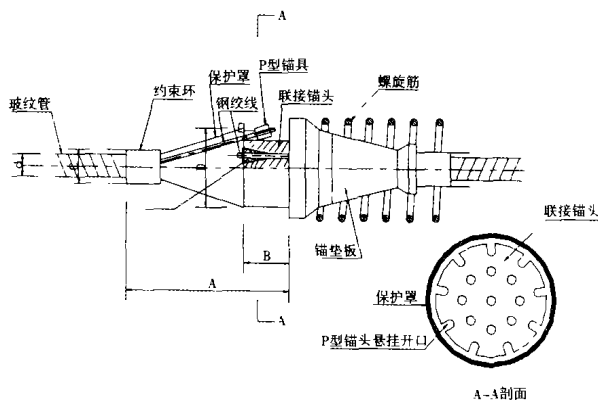

图3 联接器构造图
2.2 多孔连接器的构造：除了跟普通锚具一样具有锚垫板、螺旋筋、夹片、锚板换于连接锚头外，还有P型锚具、保护罩、约束环等其他构件。其构造如图3：